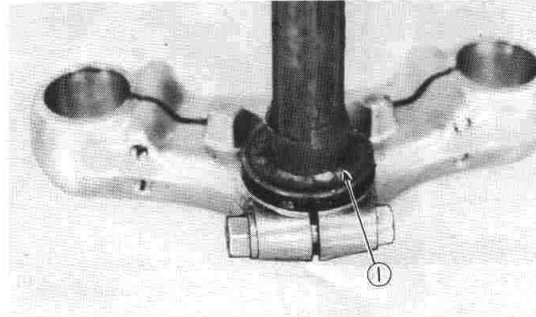

Fig. 5-8-8
16. Remove the bearing race from the lower bracket by tapping around its diameter with a drift punch and hammer. (Fig. 5-8-8)
16. Retirez la voie de roulement de l'étrier inférieur en frappant autour de son diamètre avec un chasse-goupille et un marteau. (Fig. 5-8-8)